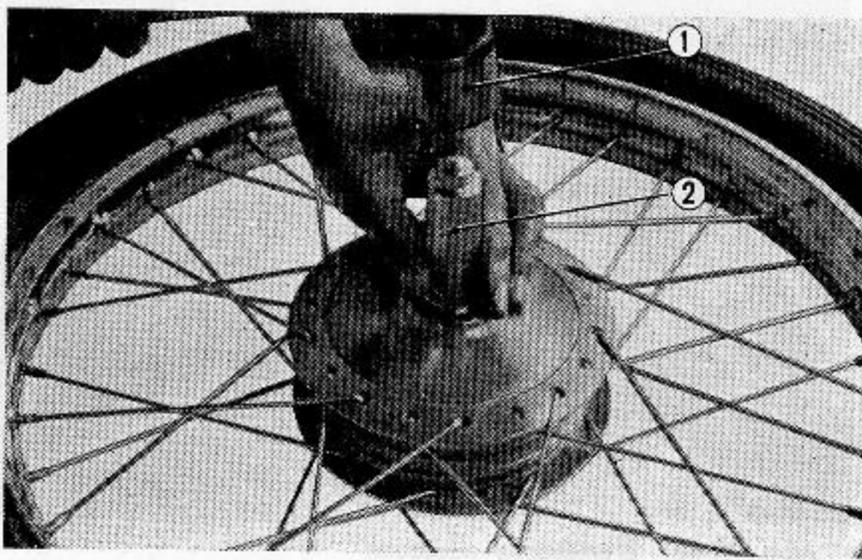

Abb. 4.63 Nr. 6001 Kugellager einbauen
- (1) Der Einbau wird in umgekehrter Reihenfolge zum Ausbau durchgeführt.
- (2) Das Wulstband so aufziehen, daß alle Speichennippel bedeckt sind.
- (3) Altes Fett von Radnabe und Lager entfernen und beide Teile neu einfetten. Distanzhülse einbauen und Lager Nr. 6001 eintreiben. (Abb. 4.63)
- (4) Bremsnockenwelle einfetten und in die Ankerplatte einbauen. Beide Bremsbacken mit Federn einbauen.
- (5) Tachometerantrieb in die Ankerplatte einbauen. Distanzhülse und Ankerplatte an der Nabe anbauen, Achse einsetzen und Achsmutter anziehen.
- (6) Tachometerkabel an der Ankerplatte anschließen.
- (7) Bremsaußenhebel an der Bremsnockenwelle anbauen; Bremszug mit dem Bremsaußenhebel verbinden und diesen mit der Einstellmutter justieren.